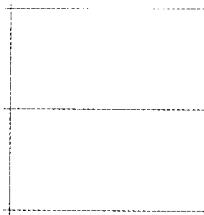

图 1-5 绘制第 2、3、4 条轴线
(7) 绘制开间方向轴线:单击屏幕左边绘图工具栏中的“直线”按钮,绘制第四条直线,命令行提示指定起始点位置,单击绘图区相应位置作为直线的起点,命令行要求指定直线的第二个点,输入 6300 后按 Enter 键。如图 1-5 所示。